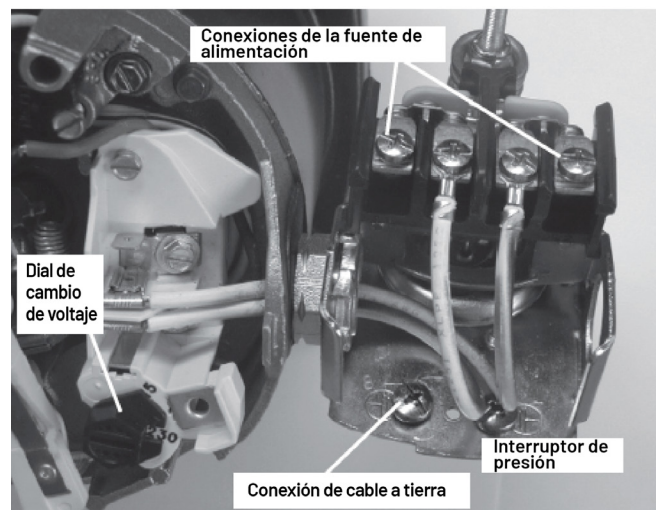

Figura 9: Dial de ajuste de voltaje
1. Conecte el cable a tierra primero (Figura 9). El cable a tierra debe ser de cobre sólido y, por lo menos, grande como los cables de la fuente de alimentación.
4. Conecte los cables de la fuente de alimentación al interruptor de presión, como se muestra en la Figura 9.